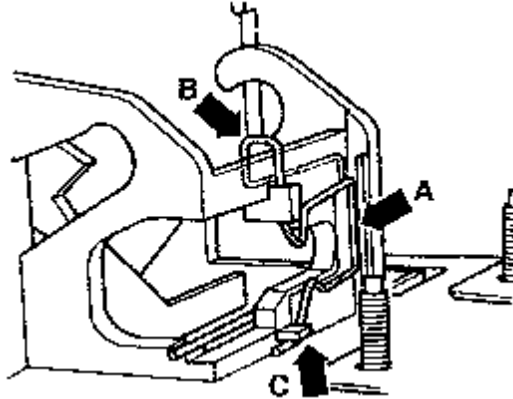

图 8-19 锁止拉线卡簧的拆装
(1) 锁止拉线卡簧的拆卸
①为了拆卸锁止拉线，把弹簧向上（箭头 B）微升一点，如图 8-19 所示。